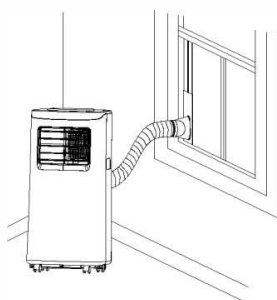

Fig. 5
2) Allongez le tuyau d'évacuation et enclenchez l'extrémité plate des raccords du tuyau d'évacuation dans l'orifice de l'ensemble de plaque d'étanchéité de fenêtre (comme illustré sur les figures 5 et 6).